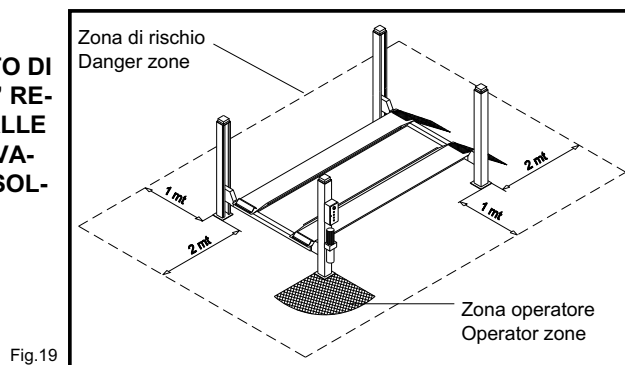

Fig.19
Il costruttore non risponde di alcun danno a persone, veicoli od oggetti causati dall'uso improprio o non consentito dei ponti sollevatori. In fase di salita o discesa l'operatore deve agire soltanto dalla postazione di comando indicata in Fig.19.
È vietato a chiunque sostare sotto le traverse e/o le pedane in movimento o sostare entro la zona di rischio indicata in Fig.19.
During lifting and lowering movements the operator must remain in the control station as defined in figure 19.
The presence of persons beneath the cross-pieces and/or the platforms when they are moving, or the presence of persons inside the danger zone indicated in figure 19 is strictly prohibited.
- si rispetti la zona di rischio durante il sollevamento (vedere Fig.19),
- do not enter the danger zone while vehicles are being lifted (see Fig.19),
Durante la fase di discesa delle pedane e del veicolo il personale non deve sostare in zone interessate dalle traiettorie di discesa (Fig.28). L'operatore deve manovrare solo dopo essersi accertato che nessuna persona sia in nella zona di rischio (Fig.19, 28, 29).
When the platforms and the vehicle are lowering personnel are prohibited from entering the area beneath the movable parts of the lift (fig.28). The lift operator must not start the manoeuvre until it has been clearly established that there are no persons in danger zone (fig.19, 28, 29).